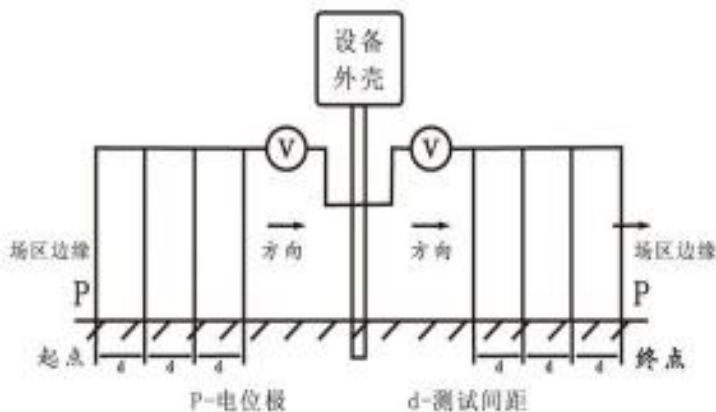

图 3 场区地表电位梯度测试示意图
c) 如上图 3 所示，等间距的缘移动测量盘（间距通常为 1 米），每一定一次测量盘就按下“▶”键确认测量，蜂鸣器发出报警声且液晶屏显示每次移动后的电位梯度，并且保存在仪器里；